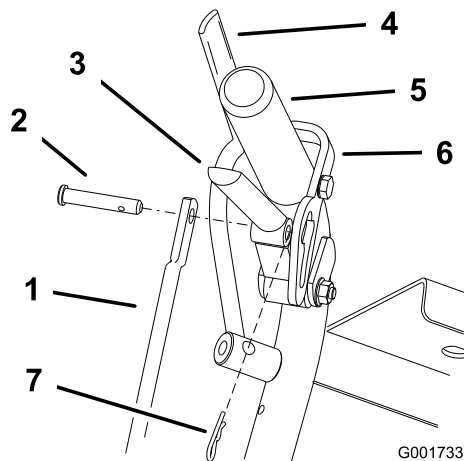
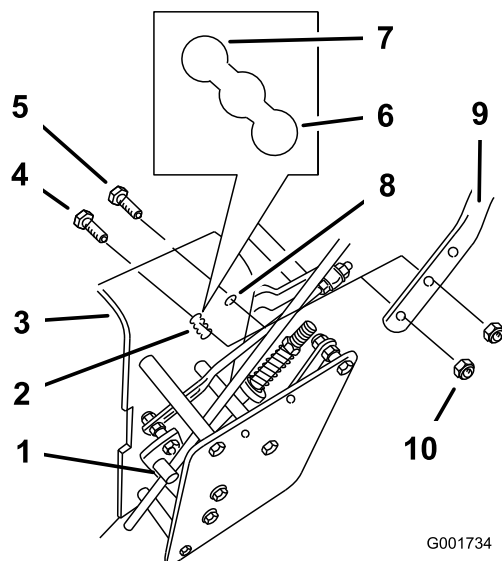

Figura 18
Figura 19
1. Retire los pasadores y los pasadores de seguridad de las palancas de avance y los cierres de bloqueo de punto muerto (Figura 18).
2. Afloje los pernos con arandela prensada superiores y la tuerca con arandela prensada (3/8 x 1-1/4 pulgada) que sujetan el manillar al bastidor trasero (Figura 19).
3. Retire los pernos con arandela prensada inferiores (3/8 x 1 pulgada) y las tuercas con arandela prensada que sujetan el manillar al bastidor trasero (Figura 19).
5. Ajuste la longitud de la varilla de control girando la varilla de control en el acoplamiento (Figura 18 y Figura 19).
6. Instale el pasador de horquilla entre las palancas de avance y los cierres de bloqueo de punto muerto e introdúzcalo en los pasadores de seguridad (Figura 18).